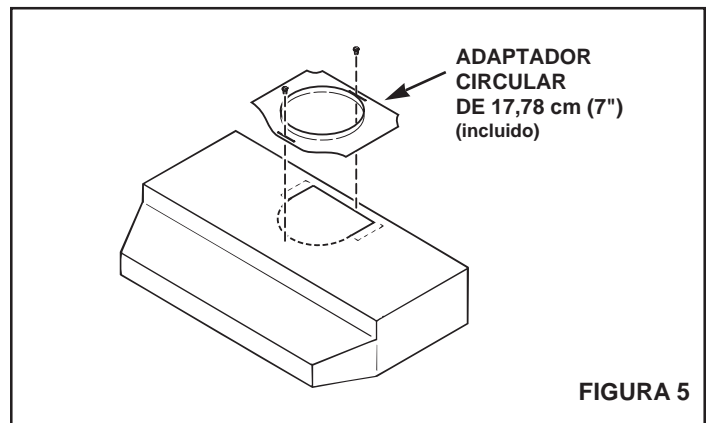

FIGURA 5
2. **Para una instalación de descarga circular de 17,78 cm (7")**, refiérase a la **FIGURA 5**. Asegure el adaptador de 17,78 cm (7") (incluido) al tope de la campana usando los tornillos provistos. Instale regulador redondo de 17,78 cm de diámetro (Modelo 895, se compra por separado).